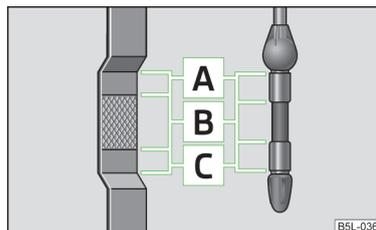

Abb. 128
- Liegt der Ölstand oberhalb des Bereichs **A** » Abb. 128 auf Seite 147, 🚫 nicht weiterfahren! Den Motor abstellen und die Hilfe eines Fachbetriebs in Anspruch nehmen.
Der Ölmesstab zeigt den Motorölstand an > Abb. 128.
- Der Ölstand darf keinesfalls oberhalb des Bereichs **A** » Abb. 128 liegen - es besteht die Beschädigungsgefahr der Abgasanlage!